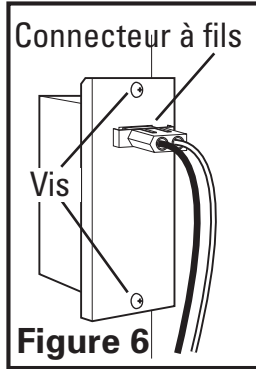
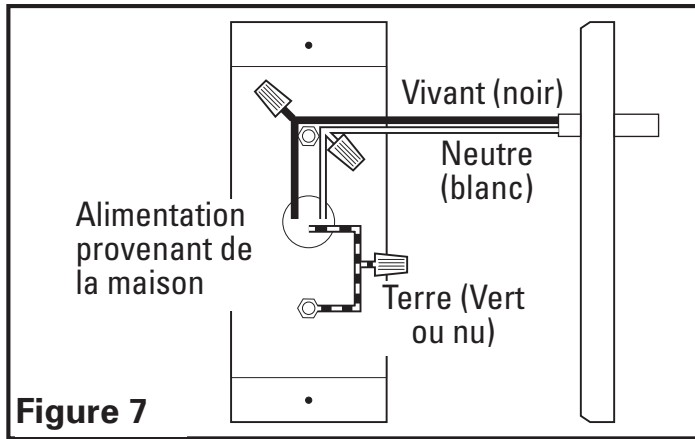

Figure 6
Figure 7
1. Enlever les deux vis du couvercle du compartiment de câblage pour obtenir l'accès au compartiment de câblage (**Figure 6**). Raccorder le fil blanc de la hotte au fil blanc de l'alimentation, et le fil noir de la hotte au fil noir de l'alimentation. Raccorder le fil de mise à la terre de la maison (fil nu ou vert) au fil de mise à la terre (vert) de la hotte. Utiliser des méthodes approuvées pour toutes les connexions (**Figure 7**).
2. Remplacer le couvercle du compartiment de câblage et serrer les vis. Assurez-vous que tout le câblage est fermement contenu dans le compartiment à câblage. Si le connecteur rapide de fils a été enlevé du réceptacle, le remplacer. Le connecteur ne s'ajustera que d'une seule façon dans le réceptacle (**Figure 6**).